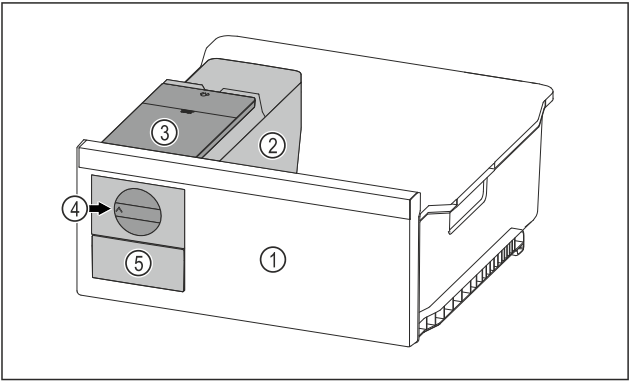

Fig. 41 例图
- ▶ 将旋钮 Fig. 41 (4) 顺时针转动到底。
- ▶ 冰块从方块冰盘落入冰块抽屉 Fig. 41 (5) 中。